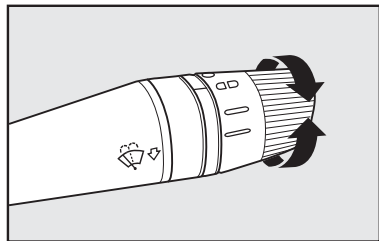

fig. 54
O sensor de chuva ativa-se automaticamente, colocando a alavanca da direita na posição **CD fig. 54**. Tem um campo de regulagem que varia progressivamente desde limpador parado (nenhum ciclo), quando o para-brisa está seco, até o limpador na primeira velocidade contínua (funcionamento contínuo lento) com presença de chuva.
Girando a chave para a posição **STOP**, o sensor de chuva é desativado e na partida seguinte (chave na posição **MAR**) o sensor não é novamente ativado mesmo se a alavanca tiver permanecido na posição **CD fig. 54**. Para ativar o sensor de chuva, basta deslocar a alavanca para outra posição qualquer e depois deslocar novamente para a posição **CD fig. 54**.
1) Apertando o pedal do acelerador e em seguida memorizando a nova velocidade atingida (posicionando a alavanca **A-fig. 54** para cima (+) por pelo menos três segundos).